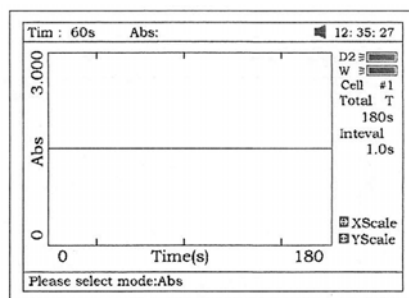

Fig 55
2. Seleccione el modo de medida (“Abs” o “%T”) presionando [F2] (Fig 55).